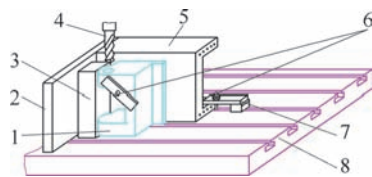
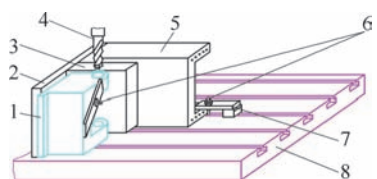

图2 钻削支座位孔第一次装夹方式
图3 钻削支座位孔第二次装夹方式
该方法的应用细节可用图2所示钻削支座同轴孔第一次装夹方式和图3所示钻削支座同轴孔第二次装夹方式共同进行阐述。
固在工作台上。②将钻床主轴伸入到待放工件的位置，调整主轴轴心，使其与挡板和工作台的距离都等于支座位钻孔的最大中心距，即主轴在挡板和工作台夹角的角平分线上。③计算出支座位孔的左右中心距之差 L ，在中心距小的一侧加厚度为 L 的垫铁。④将支座按照图2中的方式用压板、垫圈、螺栓及螺母等紧固在工作台上。⑤在主轴中装入合适的钻头，对支座进行钻孔即可。第一个孔钻完后，再将支座倒个，按照图2的方式装夹，对其进行钻削第二个孔即可。此时，垫铁又靠在工作台的侧面了，主轴仍旧在原来的位置。